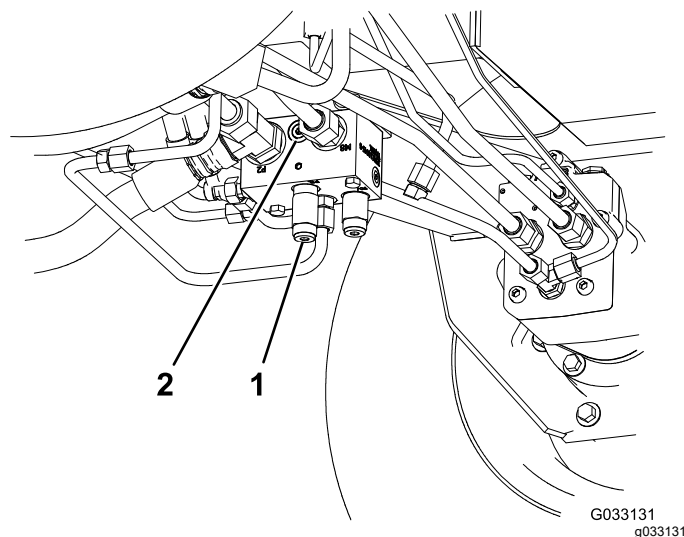

Figura 42
- 95-0985, raccordo dell'accoppiatore (2)
- 340-77, raccordo idraulico (2)
1. Montate un raccordo diagnostico nel foro non marcato situato tra i fori M8 e P2 sul collettore della trazione posteriore (Figura 42).